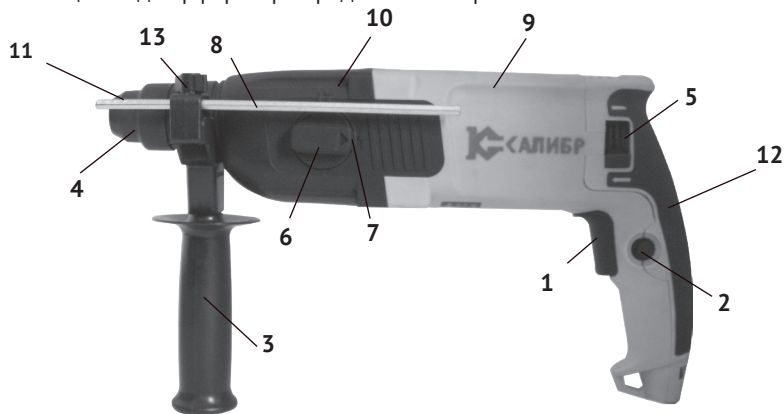

рис.1
1.3 Перфоратор состоит из горизонтально расположенного коллекторного двигателя в пластиковом корпусе (рис.1 поз.9), выполненном заодно с рукояткой. В крышке корпуса (рис.1 поз.12) расположен щёткодержатель в сборе. Рычагом переключателя реверса (рис.1 поз.5), меняя расположение щёток, направление вращения якоря меняется на противоположное. К корпусу двигателя крепится корпус редуктора (рис.1 по.10), в котором расположен механизм, передающий вращательное и возвратно-поступательное движение на рабочий инструмент. Крутящий момент с якоря электродвигателя через шестерни, передаётся на ствол с патроном SDS – plus (рис.1 поз.4), расположенный соосно с двигателем. Тип ударного механизма перфоратора - электропневматический. Эксцентриковый подшипник преобразует вращательное движение якоря в возвратно-поступательное движение поршня. С поршня ударник передаёт энергию удара на ствол с
патроном SDS – plus. На корпусе редуктора слева расположен переключатель режимов (рис.1 поз.6) с фиксатором (рис.1 поз.7) в трёх режимах: «сверление» /«сверление с ударом» / «удар».
В зависимости от вида выполняемой работы, в патрон SDS – plus вставляется необходимая насадка (пика, долото, сверло) с соответствующим хвостовиком, или переходник SDS-plus/сверлильный патрон для установки сверлильного патрона, если необходимо работать в режиме «сверление». Дополнительная рукоятка (рис.1 поз.3) хомутом крепится на корпусе редуктора (рис.1 поз.10). Фиксируется рукоятка, закручиванием по часовой стрелке, в любом положении (от 0° до 360°), что удобно пользователю, как «правше», так и «левше».
В отверстие левой части суппорта рукоятки вставляется, при необходимости, стержень-ограничитель глубины сверления (рис.1 поз.8). Он фиксируется в выбранном положении винтом-барашком (рис.1 поз.13).
1.4 Клавиша выключателя (рис.1 поз.1) расположена в передней части рукоятки. Включение/отключение инструмента осуществляется нажатием на клавишу выключателя. Силой, приложенной к клавише, регулируется число оборотов и частота ударов перфоратора. Нажатием кнопки (рис.1 поз.2), клавиша фиксируется в рабочем положении с максимальным числом оборотов (максимальной частотой ударов). При повторном нажатии на клавишу, она и кнопка фиксации (с характерным щелчком), возвращаются в исходное положение – выключено.
Общий вид перфоратора представлен на рис. 1
При замене рабочих насадок следите за тем, чтобы колпачок (рис.1 поз.11), защищающий патрон от попадания пыли, не был повреждён.
- ослабив винт-барашек (рис.1 поз.13), освободить отверстие в суппорте рукоятки для установки стержня (рис.1 поз.8);
- вставить стержень фиксации глубины сверления (рис.1 поз.8) в отверстие;
- фиксация клавиши в рабочем положении осуществляется нажатием на кнопку (рис.1 поз.2);
Нажав кнопку (рис.1 поз.7) в верхней части рукоятки (рис.1 поз.6), начните поворот к режиму с нужным условным знаком, приведённым ниже. Отпустите кнопку фиксатора. При достижении выбранного положения, рукоятка зафиксируется, а кнопка фиксации (со щелчком) вернётся в исходное положение.
- при работе в режиме сверление без удара, переключатель (рис.1 поз.6) установить в положении «сверло». При этом режиме перфоратор может работать с патроном SDS – plus, но, как правило, устанавливается ключевой патрон;
- при работе в режиме сверление с ударом, переключатель (рис.1 поз.6) в положении «сверло с молотком»;
- при работе в режиме долбление, переключатель (рис.1 поз.6) в положении «молоток».
В верхней части крышки двигателя (с обеих сторон) расположен рычаг переключения реверса (рис.1 поз.5). На крышке стрелками указано направление вращения. Реверс используется при заклинивании рабочего инструмента и при вывинчивании винтов или шурупов.
3.2 Для замены щёток необходимо, открутив три винта, и снять крышку двигателя (рис.1 поз.12). Щётки следует заменять парой для обеспечения равной степени их давления на коллектор якоря.